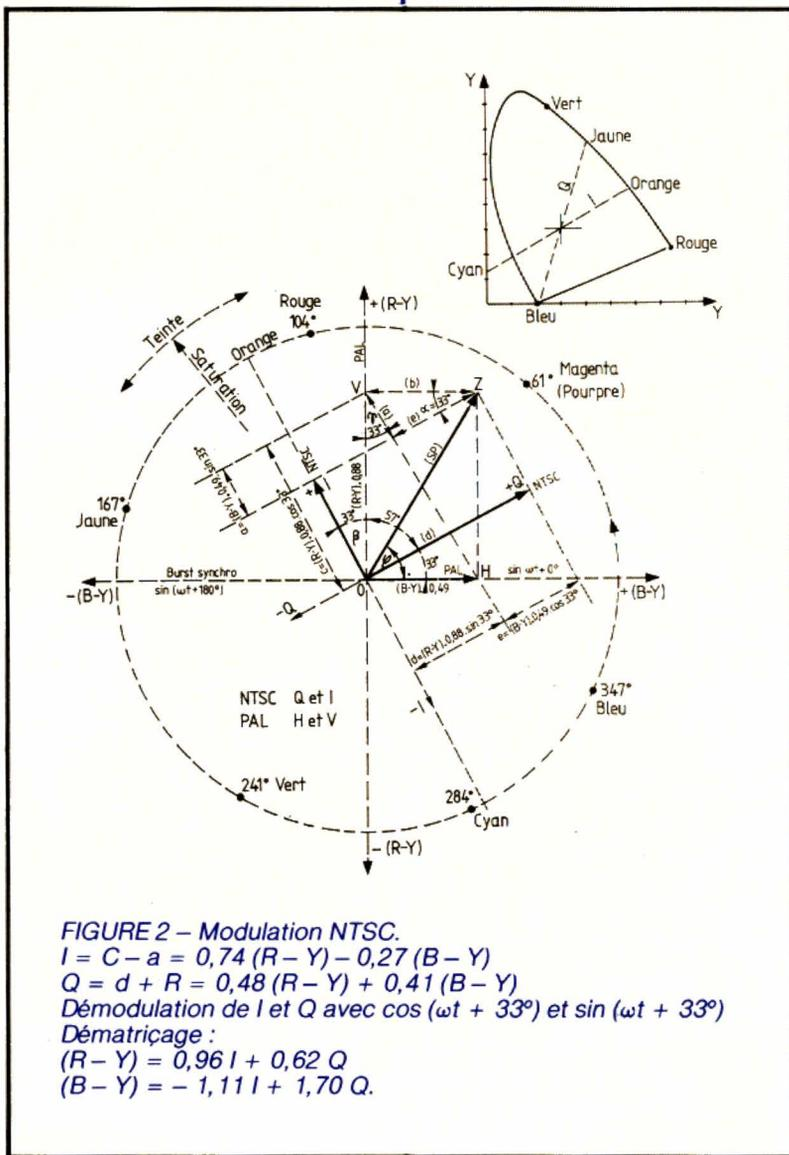

FIGURE 2 - Modulation NTSC.
L'œil ne voit pas la couleur dans les détails très fins d'une image ; seule la perception de la brillance (luminance) reste. L'acuité de l'œil pour le rouge est inférieure à celle pour le vert, et elle est encore moindre pour le bleu. Seule la combinaison orange-cyan (fig. 2) peut représenter convenablement les teintes du ciel, de la chair et du feuillage si familières dans la nature. Ajoutons à ces données les mesures d'acuité visuelle à la couleur et au contraste qui montrent que, pour les surfaces d'une image comportant des détails fins, la représentation bichrome est suffisante. L'œil a sa plus grande acuité lorsque les couleurs à différencier se trouvent au voisinage de l'axe orange-cyan. Toutes ces observations ont conduit aux spécifications générales du standard américain NTSC :
La présence des deux sous-porteuses de même fréquence se traduit par une onde dont l'amplitude représente un seul vecteur qui constitue la somme des vecteurs R - Y et B - Y. C'est le vecteur désigné par (SP) dans la figure 2.
3° Modulation simultanée avec suppression de cette sous-porteuse par deux composantes de chrominance dont l'une est le signal I (fig. 2), exigeant une largeur de bande de 1,5 MHz représentant la saturation qui module la sous-porteuse en amplitude, et l'autre le signal Q (fig. 2), représentant la teinte qui module la sous-porteuse en phase (0,5 MHz).
Les spécifications générales du standard allemand PAL (fig. 2) sont les suivantes - où H représente B - Y et V représente R - Y :